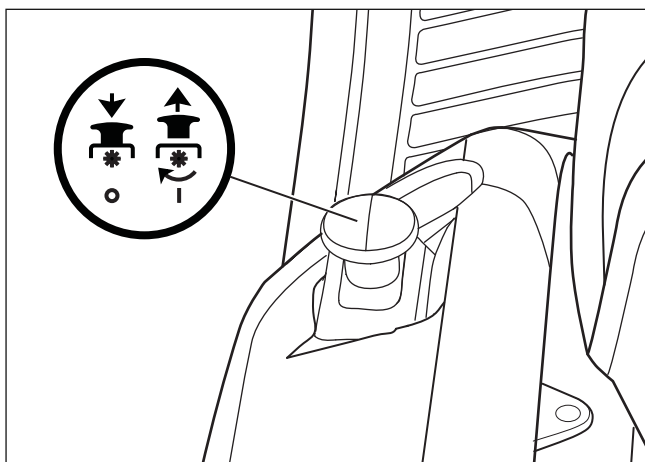

Abbildung 9
1. Vor dem Anlassen des Motors muss sichergestellt werden, dass der Mähmesserbedienknopf in der Stellung AUSKUPPELN ist (siehe **Abbildung 9**).
2. Beim Fahren auf einem Bürgersteig oder auf einer Straße muss der Hubhebel in die höchste Stellung gebracht werden; außerdem muss der Mähmesserbedienknopf in die Stellung AUSKUPPELN gebracht werden (siehe **Abbildung 9**).
2. Den Mähmesserbedienknopf in die Stellung AUSKUPPELN schieben (siehe **Abbildung 9**).
1. Den Mähmesserbedienknopf in die Stellung AUSKUPPELN schieben (siehe **Abbildung 9**).
4. Den Mähmesserbedienknopf langsam in die Stellung EINKUPPELN schieben (siehe **Abbildung 9**).